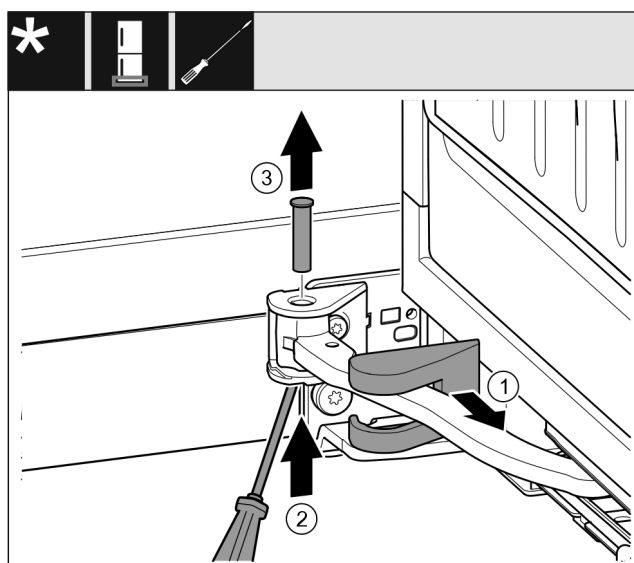

Fig. 14
► Stáhněte kryt stojanu ložiska Fig. 14 (1) a posuňte podél kloubu.
► Čep Fig. 14 (2) zesponu nadzvedněte šroubovákem.
► Čep Fig. 14 (3) vytáhněte shora.